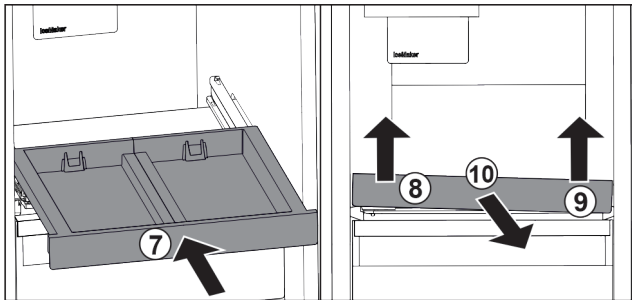

Fig. 35
- ▶ Вставьте выдвижную панель. Fig. 35 (7)
- ▶ Приподнимите выдвижную панель спереди слева. Fig. 35 (8)
- ▶ Приподнимите выдвижную панель спереди справа. Fig. 35 (9)
- ▶ Извлеките выдвижную панель движением вперед. Fig. 35 (10)